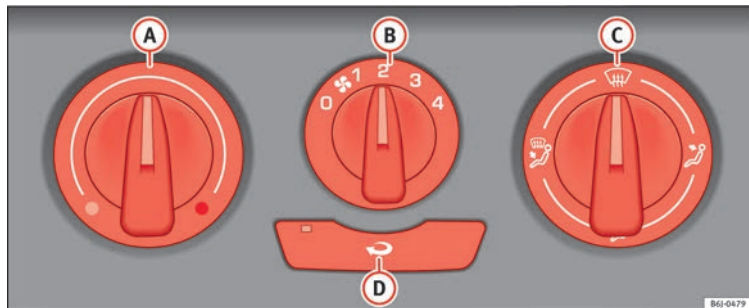

Fig. 126 Comandi del riscaldamento sulla plancia portastrumenti.
- Ruotare verso sinistra la manopola di regolazione della temperatura » fig. 126 A.
- Ruotare verso destra la manopola di regolazione della temperatura » fig. 126 A, portandola sul livello desiderato.
- Ruotare verso destra la manopola di regolazione della temperatura » **fig. 126 A**, portandola sul livello di riscaldamento massimo.
- Girare la manopola della temperatura » **fig. 126 A**, portandola nel settore del riscaldamento.